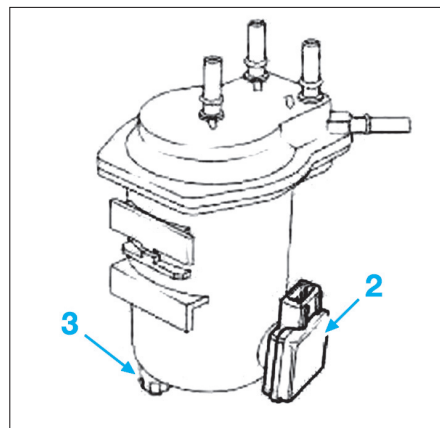

Fig. 59
• Récupérer le capteur de détection d'eau (2) , si équipé (Fig.59).